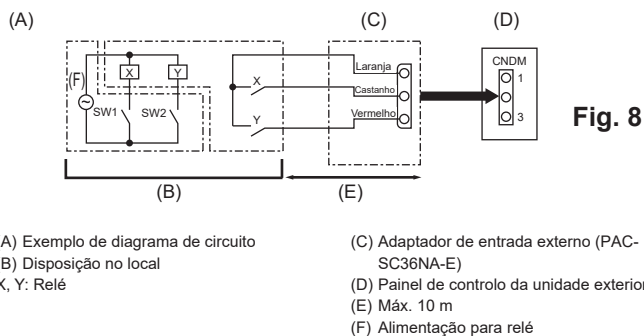

Fig. 8
8.1. Modo de baixo nível de ruído (modificação no local) (Fig. 8)
8.2. Função de pedido (modificação no local) (Fig. 8)